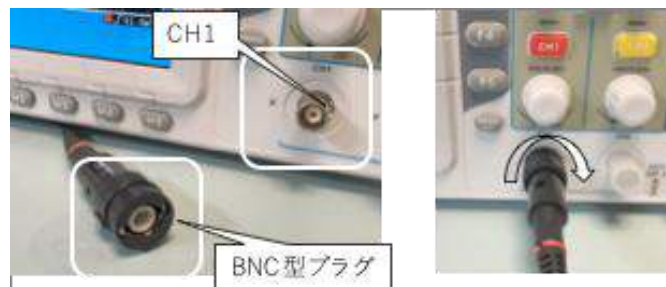

図 3-6. プローブとオシロスコープの接続
- (1) 図 3-6 のように、プローブ（赤）の BNC 型プラグの凹部と CH1 の凸部を合わせて差し込み、時計回りにカチッと止まるまで回しなさい。